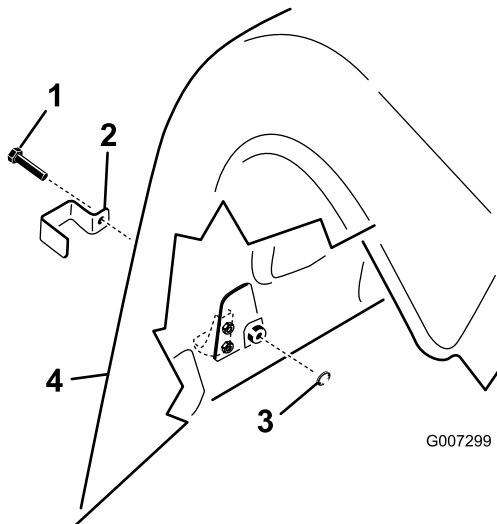

図 15
1. プロコア 864 では、左右の後下フードのとお上フードの各ラッチに、タップ・ボルト（全部で4本）を使ってロック用ブラケットを取り付ける（図 15）。
2. プロコア 1298 では、後下フードの全部のラッチとお上フードの左右の後カバーの外側上フードラッチに、タップ・ボルト（各コアリング・ヘッドに3本、全部で6本）を使ってロック用ブラケットを取り付ける（図 15）。
3. Uプライヤかモンキー・レンチを使って、内部ロック・ワッシャを各ボルトに入れて（1山か2山）ラッチを固定する（図 15）。